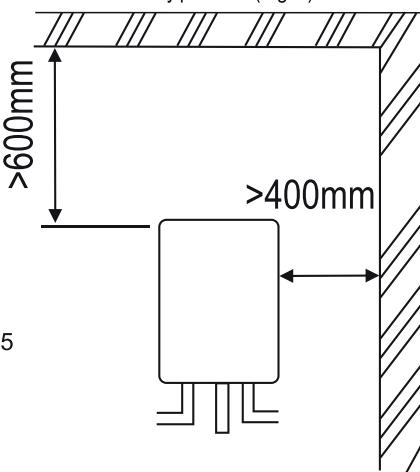

Fig. 5
- NO instale este producto al aire libre directamente, seleccione un área con techo volado que lo proteja de la lluvia directa. La distancia recomendada de instalación es de una separación mayor de 600mm del techo y 400mm de separación entre costado y paredes (Fig. 5).